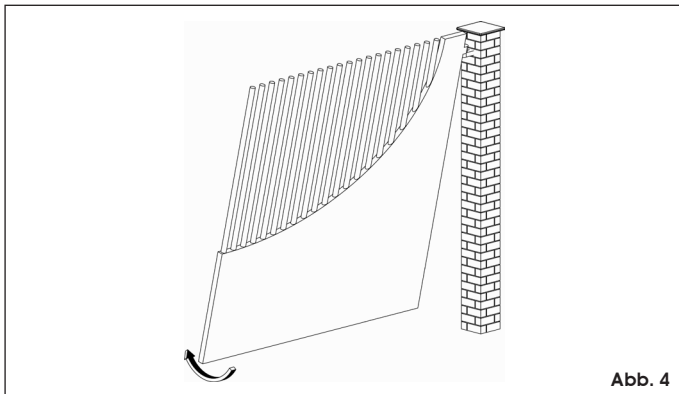

Abb. 4
- Flügel um obere Bandachse drehen (Abb. 4).